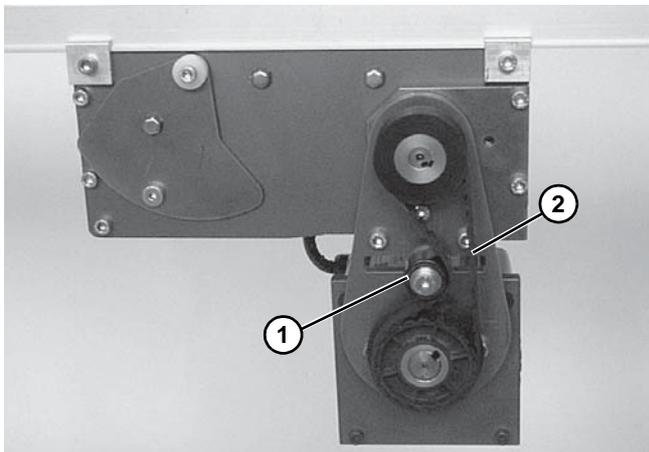

Figura 35
2. Afloje el tensor de la banda (Figura 35, artículo 1) y a continuación retire la correa de transmisión (Figura 35, artículo 2).